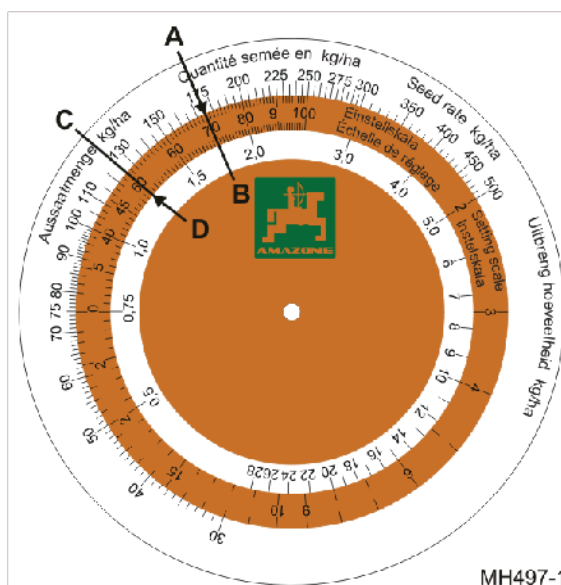

Fig. 110
- o beregnet såmengde 175 kg/ha (Fig. 110/A)
- o girstilling 70 (Fig. 110/B)
2. Girstillingen for ønsket såmengde på 125 kg/ha (Fig. 110/C) leses av på telleskiven.
- Girstilling 50 (Fig. 110/D).